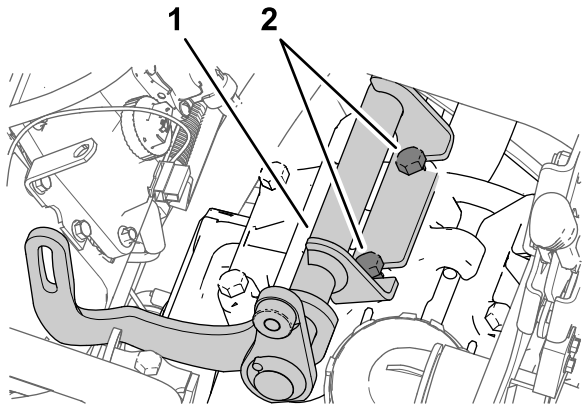

Figure 177
2. Placez le support d'alternateur entre les boulons que vous avez desserrés à l'opération 1 et la tête de pompe (Figure 177).